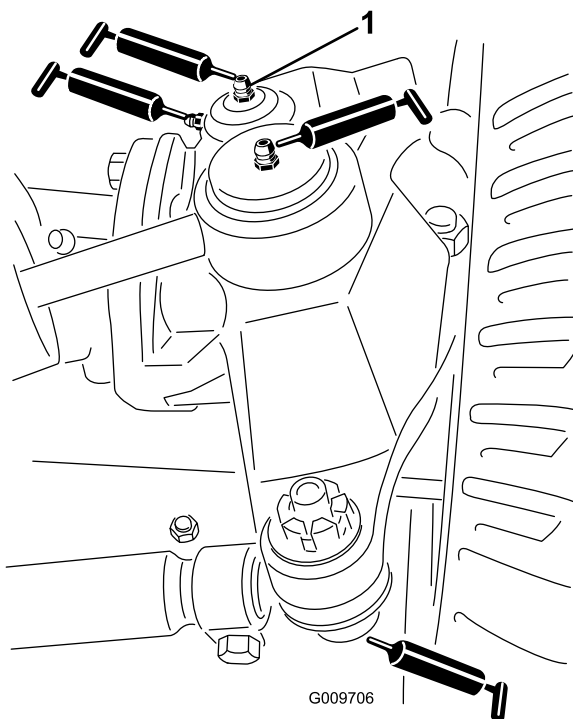

図 23
- ・ ステアリング・シリンダのボール・ジョイント（2ヶ所）（図 23）
- ・ タイ・ロッドのボール・ジョイント (2ヶ所) (図 23)
- ・ キングピンのブッシュ (2ヶ所) (図 23)。但しキングピン上部は1年に1回のみ (ポンプ2回押し) のみとする。